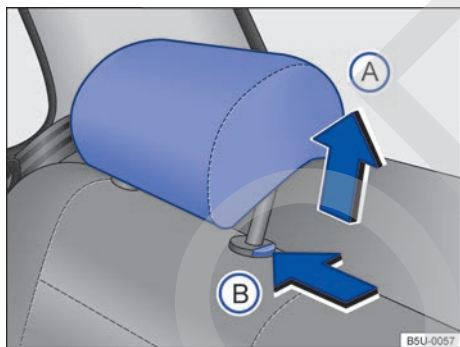

Fig. 36 Ajuste el apoyacabezas trasero.
- Empuje el apoyacabezas hacia arriba en el sentido de la flecha → fig. 36 (A) o con la tecla → fig. 36 (B) pulsada, empuje hacia abajo → ⚠️.